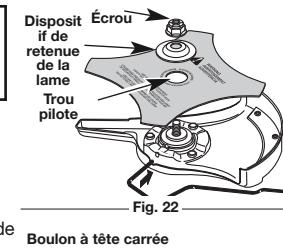

Fig. 21
- Gardez la tige de verrouillage en place en la saisissant près du corps de l'arbre de l'appareil (Fig. 21).
- Tenez la tige de verrouillage et dévissez l'écrou sur la lame en le tournant dans le sens horaire à l'aide d'une clé polygonale ou d'une clé à douilles de 13 mm (Fig. 21).